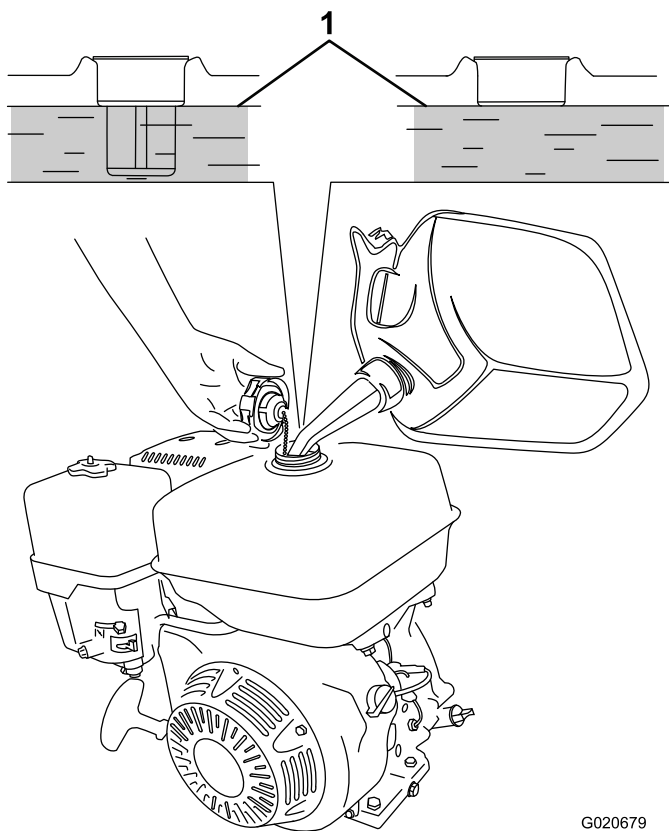

Figura 27
3. **Modelo 60221HD solamente:** Añada combustible al depósito de combustible hasta que el nivel llegue al nivel máximo de combustible (Figura 27).